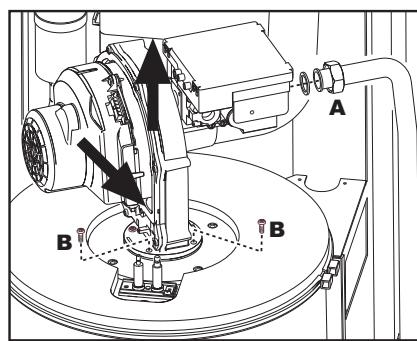
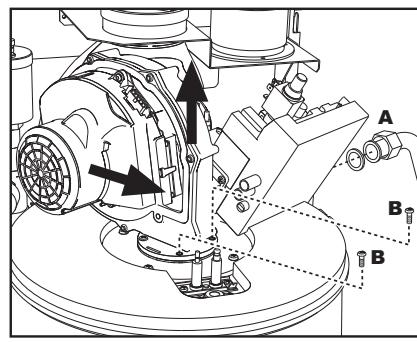

рис. 54 - Модель ENERGY TOP B 80 - 160
рис. 55 - Модель ENERGY TOP B 125 - 250
4. Развините хомут "A" крепления газового вентиля (рис. 54 и рис. 55).
5. Открутите два винта "B" и демонтируйте блок вентилятора, как указано на рис. 54 для модели ENERGY TOP B 80 - 160 и на рис. 55 для модели ENERGY TOP B 125 - 250.